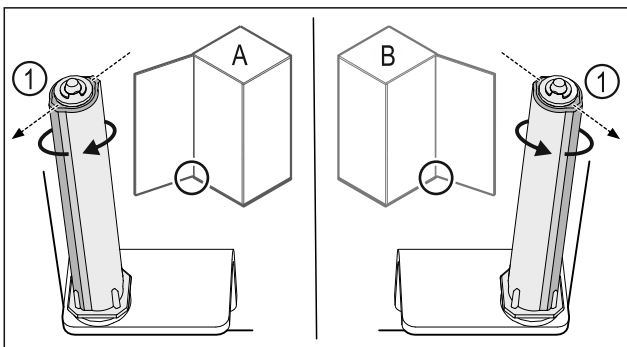

Fig. 40 Vänsterhängd (A)/högerhängd (B)
- ▶ Vrid låssystemet mot motståndet, tills låssystemets klack Fig. 40 (1) är vänd utåt.